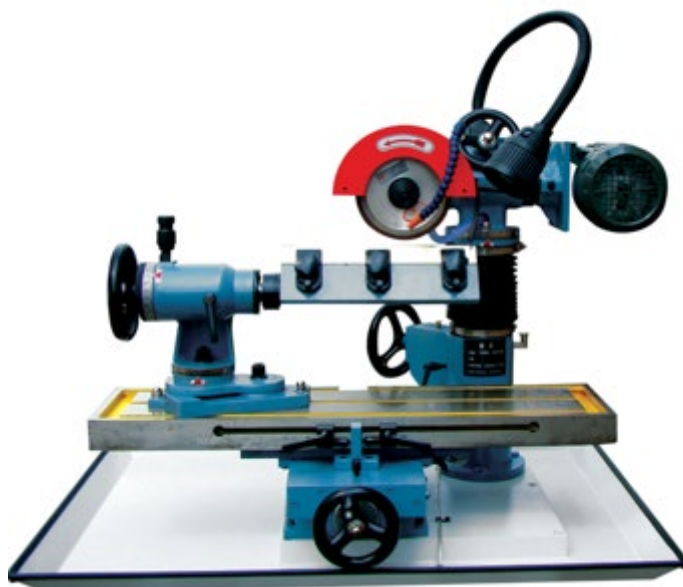

Рис. 3 Заточка плоских фуговальных ножей
7.1.1. Заточка плоских фуговальных ножей (Рис. 3):